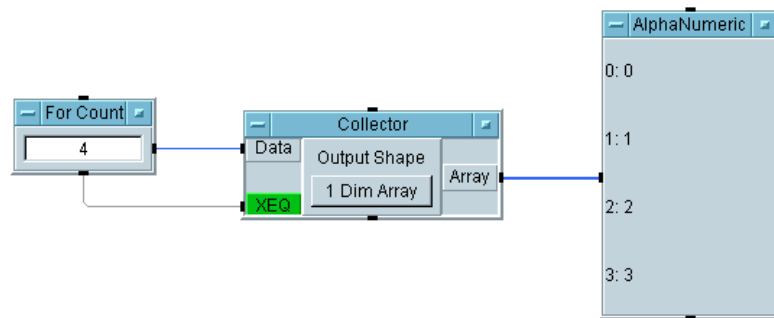

図 5-1. 配列を作成する Collector
7. プログラムを実行します。図 5-1 のように表示されます。